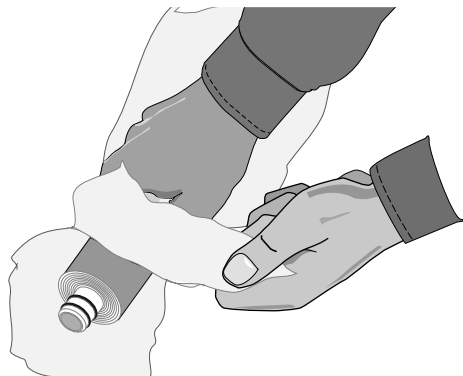

Figure 9 : Relever le sac de la membrane avant de l'introduire dans sa cuve
2. Relever le sac là où il a été coupé, et l'utiliser pour tenir et introduire la membrane d'osmose inverse dans sa cuve, ses joints toriques en premier (se reporter à la Figure 9).